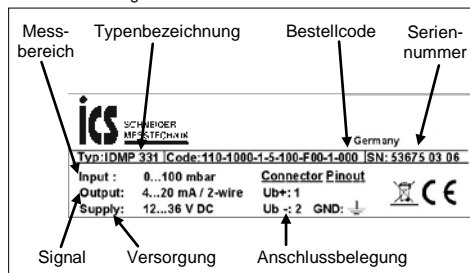

Abb. 1 Typenschild
- Vergewissern Sie sich, dass Ihr Gerät als Sonderausführung für Sauerstoff-Anwendungen bestellt und entsprechend geliefert wurde. Am einfachsten können Sie dies anhand des Typenschildes überprüfen (vgl. Sie hierzu zu Abb. 1). Endet Ihr Bestellcode mit den Ziffern "007", ist Ihr Gerät für die Sauerstoff-Anwendungen geeignet.